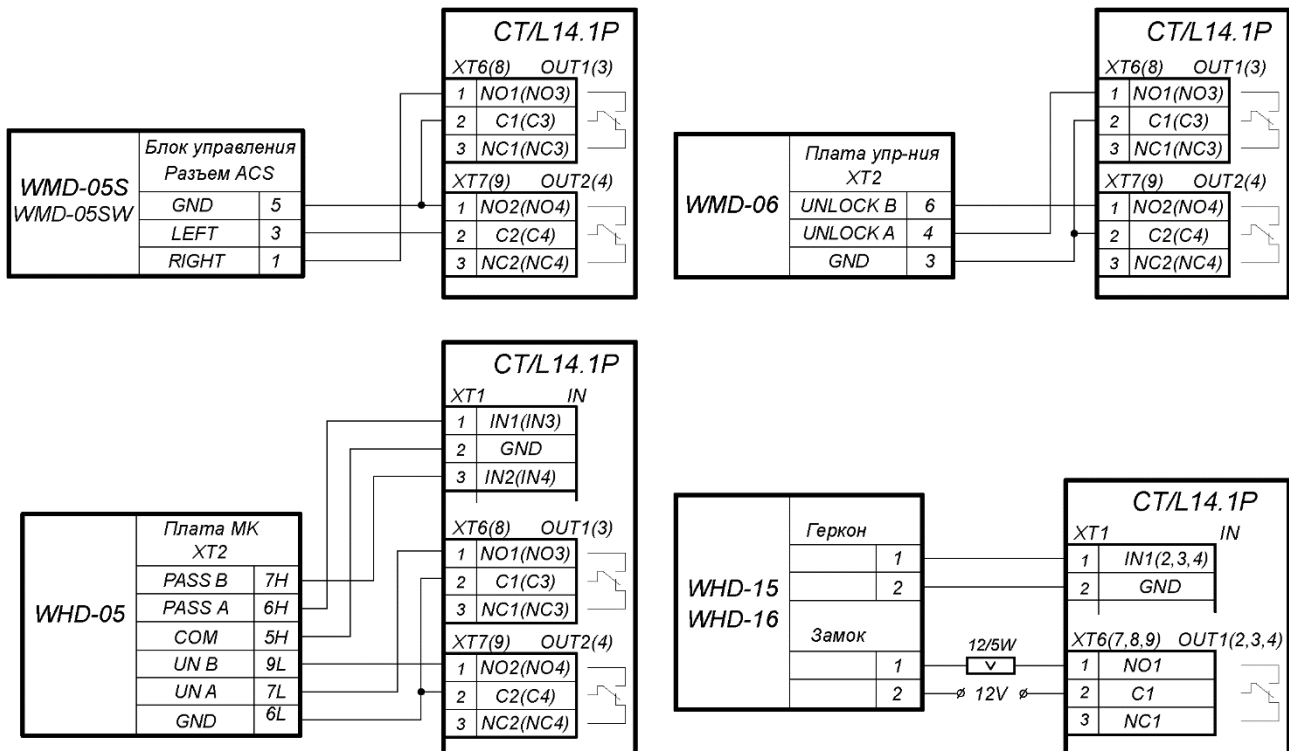

Рисунок 8. Схемы подключений калиток
4. Калитка (блок управления калиткой) №1 подключается к клеммным колодкам **XT1, XT6, XT7** нижней платы контроллера в соответствии со схемой для данного типа калитки (см. рис. 8).
5. Калитка (блок управления калиткой) №2 подключается к клеммным колодкам **XT1, XT8, XT9** нижней платы контроллера в соответствии со схемой для данного типа калитки (см. рис. 8).